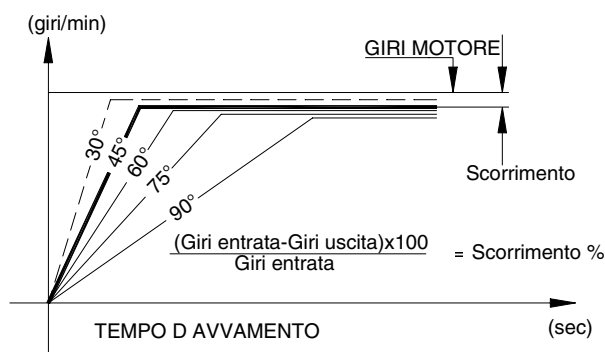

Fig. 3
- Avviamento più rapido (Fig. 3).
- Minore scorrimento a regime (Fig. 3).